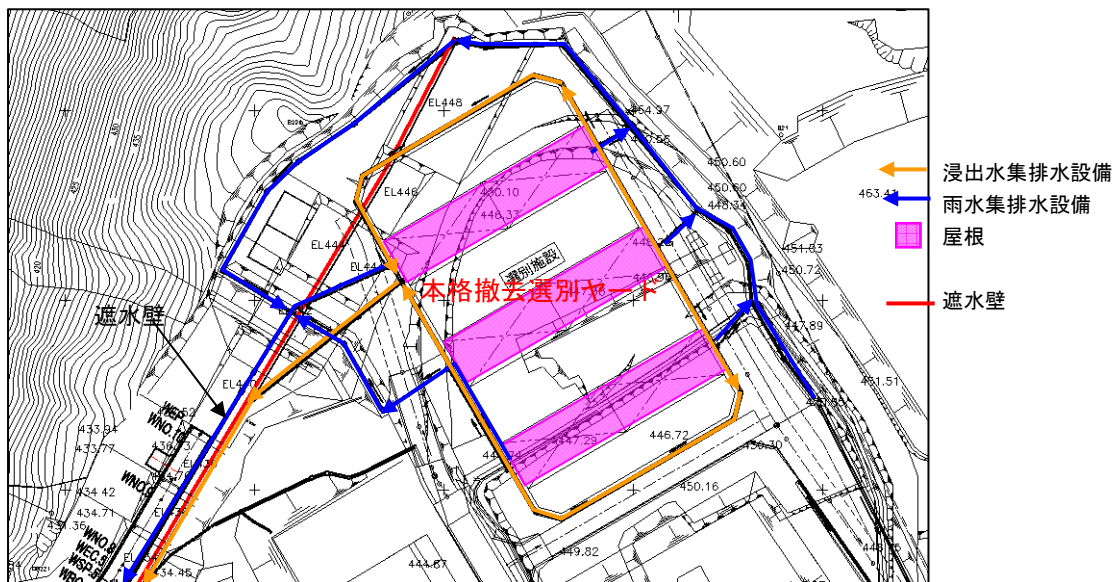

図 5-5 本格撤去選別ヤードの付帯設備
- ① 仮置物の種類が分かるように、看板等で表示する。
- ② 仮置物の盛土は、法面が崩れないように法勾配や法高さなどに留意する。
- ③ 仮置物と地盤面が接触しないように、ヤード表面をシート等で養生する。
- ④ 種類が異なる仮置物を保管するときは、それぞれの仮置物が混合しないようにシート等で養生する。
- ⑤ 雨水による保管物の流出防止と浸出水処理量を低減させるために、仮置物の表面をシート等で養生する。
- ⑥ 仮置ヤードの排水計画は、雨水と浸出水が分離できるような計画とする。
本格撤去選別ヤードには、付帯設備として図 5-5 に示す屋根、浸出水集排水設備、雨水集排水設備、周回道路がある。これらの付帯設備は、①保管ヤードへの雨水浸入抑制、②雨水と浸出水の分離排水、③運搬車両の動線確保のために設置している。